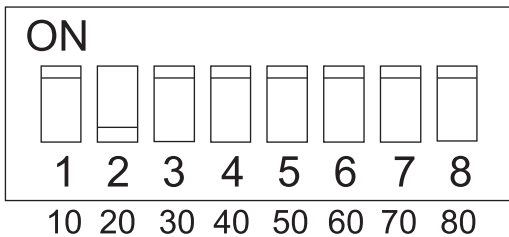
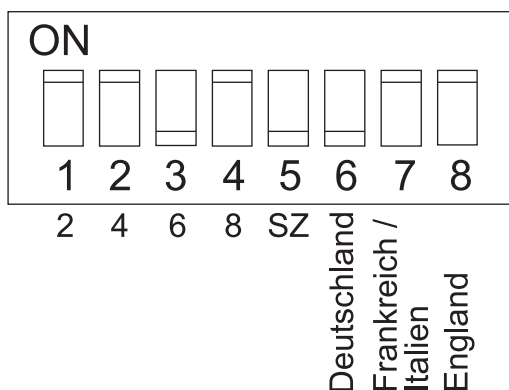

Abb. 3: Rohwasserhärte Zehnerstelle (DIP-Schalter 20)
Abb. 4: Rohwasserhärte Einerstelle (DIP-Schalter 21)
- e) Änderung der voreingestellten **Rohwasserhärte**: Die Rohwasserhärte Ihres Leitungswassers muss an der elektronischen Schaltung eingestellt werden (siehe DIP-Schalter 20 u. 21, Abb. 3 u. 4).
Mit Hilfe der beiden DIP-Schalter 20 und 21 wird dieser Wert an der elektronischen Schaltung eingestellt. Hierzu wird mit dem DIP-Schalter 20 (siehe Abb. 3) die Zehnerstelle und mit den Kontakten 1 bis 4 des DIP-Schalters 21 (siehe Abb. 4) die Einerstelle der Rohwasserhärte eingestellt.
(siehe Abb. 4). Die Summe aus der Zehner-Stelle und der Einer- Stelle beträgt in diesem Fall  $20 \text{ }^\circ\text{dH} + 6 \text{ }^\circ\text{dH} = 26 \text{ }^\circ\text{dH}$ .